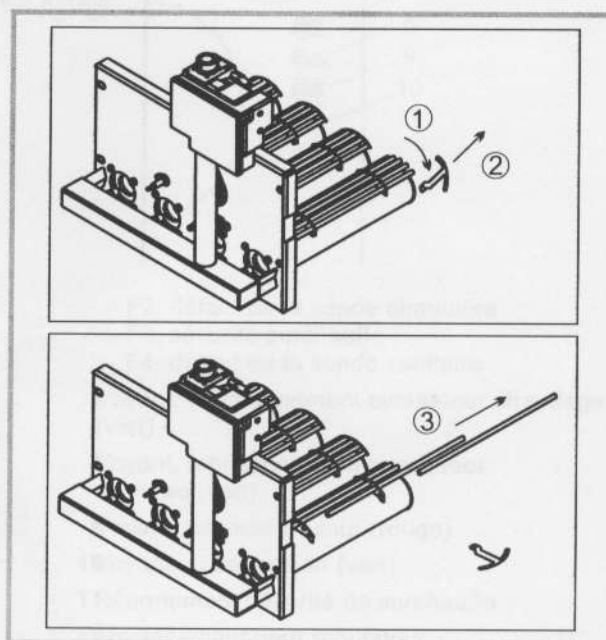

Figure 25 - Entretien du brûleur
- Déposer les barres de céramique (fig. 25) et les nettoyer.